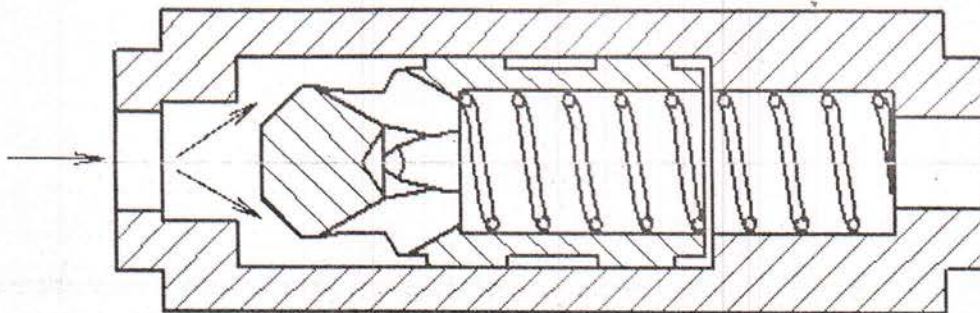

Рис.2. Схема работы клапана обратного при прямом потоке рабочей жидкости
3.2 Рабочая жидкость, подводимая к клапану по направлению стрелки на корпусе 1 (см. рис.2) отжимает клапан 2 от кромки «В» корпуса, сжимает пружину 3, вследствие чего открывается проход рабочей жидкости в полость «а». Из полости «а» рабочая жидкость через отверстие в клапане 2 поступает в полость «б» и далее через отверстие в проходнике 5 в магистраль.